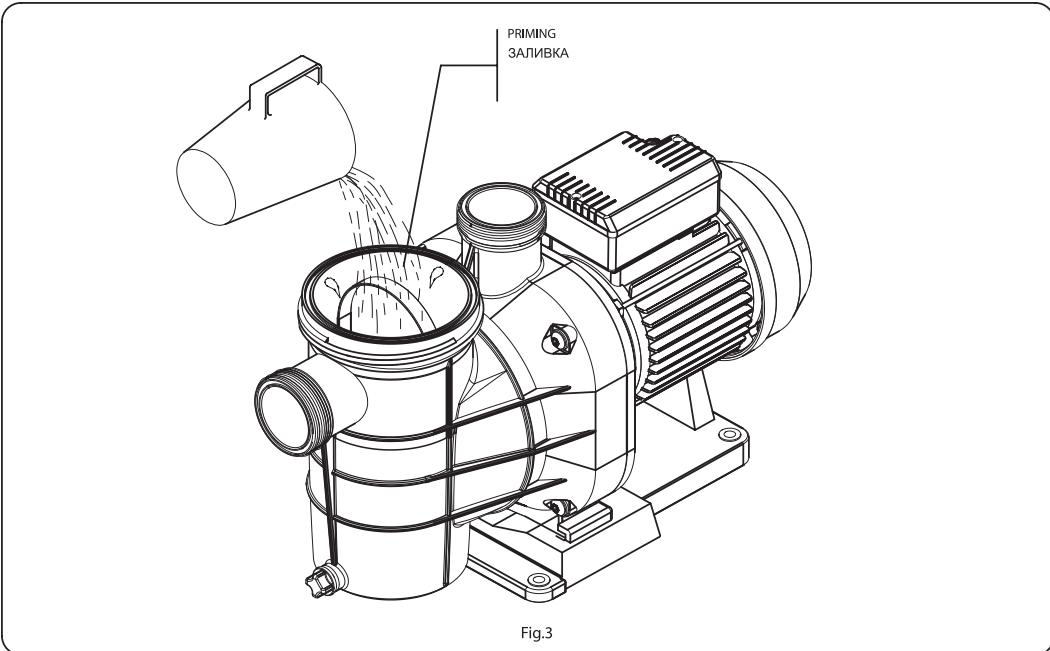

Fig.3
- Для обеспечения исправного функционирования насосов необходимо залить водой предварительный фильтр насоса, чтобы вода просочилась во всасывающую трубу (Рис.3).